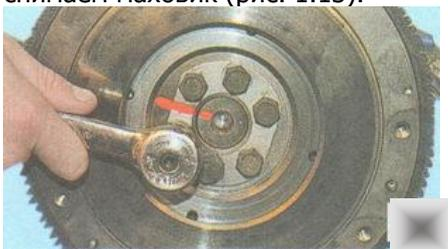

Рис. 1.13. Маховик
22. Пометьте взаимное расположение маховика и коленчатого вала. Выворачиваем шесть болтов крепления маховика и снимаем маховик (рис. 1.13).